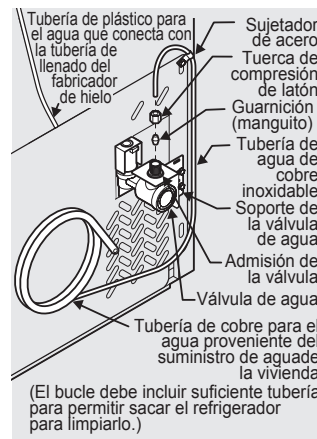

Figura 1
4. **Si utiliza tuberías de cobre**, deslice la tuerca de compresión de latón y la guarnición (manguito) en la tubería de suministro de agua. Inserte la tubería de agua en la admisión de la válvula de agua tan adentro como sea posible (¼" / 6,4 mm). Inserte la guarnición (manguito) en la admisión de la válvula y apriete a mano la tuerca de compresión en la válvula. Apriete media vuelta adicional con una llave. NO apriete demasiado. Vea la figura 1.